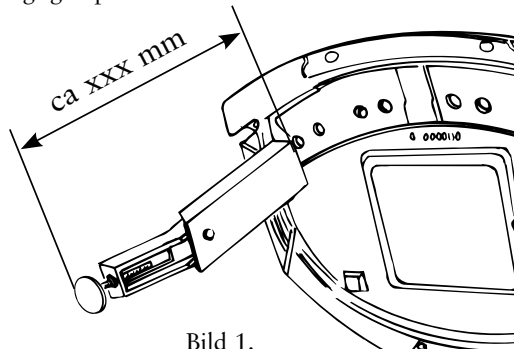

Bild 1.
1. Lägg golvplattan i betong (2) på plats, se till att den är i våg.
2. Montera benen på insatsen, se Bild 1, och ställ den på plats.
3. Ställ insynsskyddet (3) på plats och därefter sockeln (4). Limma inte delarna förrän efter punkt 4.
4. Lägg nedre hyllan 5 på plats och kontrollera att dörren går att öppna fritt genom att på prov lägga dit marmorhyllan (6). Justera vid behov insatsens höjd.
5. Limma nu samman delarna och fortsätt monteringen med sidostyckena (7) och övre hyllan (8).
6. Ska du **ansluta bakåt** in i murstock gör du detta nu. Förbered insatsen enligt anvisning för 2200CB. När anslutningen är gjord bör monteringen godkännas av Skorstensfejarmästaren innan kupan (9) sätts på plats.
7. Ska du **ansluta uppåt** sätter du dit anslutningsröret i stosen på insatsen. Därefter monterar du kupan (9) och lägger dit avbärningsplattan (11). Nu fortsätter du med skorstensmontaget. Se till att isolera noggrant ovanför avbärningsplattan med stenull (ingår ej i leveransen) så att ingen varmluft läcker ut.
8. När skorstenen är monterad bör installationen godkännas av Skorstensfejarmästaren innan slutblocken (13) monteras.